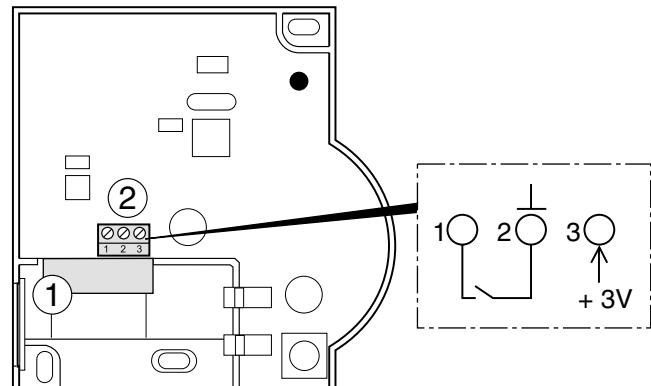

Abb. 7: Anschluss der externen Stromquelle (nur HCW 82)
- ▶ Führen Sie das Ausgangskabel des Netzteils durch die Gehäuseöffnung (1) (siehe Abb. 7) nach innen.
- ▶ Schließen Sie das Ausgangskabel an der Klemme (2) (siehe Abb. 7) an.
- Schließen Sie einen beliebigen Sensor mit potenzialfreiem Kontakt an den HCW 82 an (Installation an Anschluss 1 und Anschluss 2, siehe Abb. 7 (2), Seite 5).